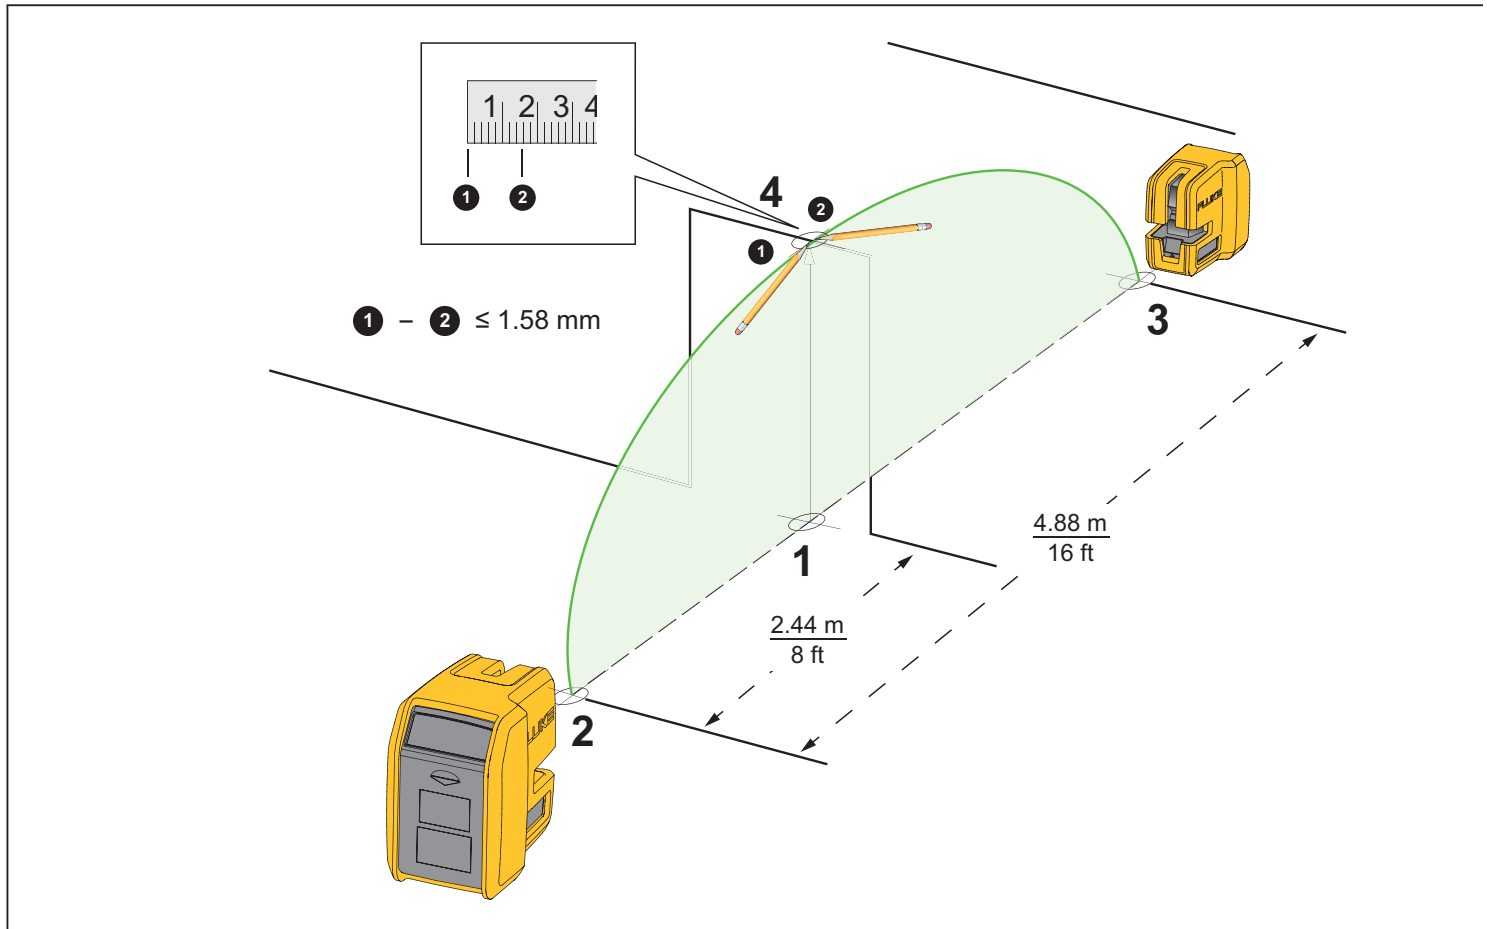

Abbildung 6. Genauigkeit des vertikalen Lasers
2. Mittig unter dem Türsturz eine Kreuzmarkierung (Markierung **1**) anbringen. Siehe Abbildung 6.